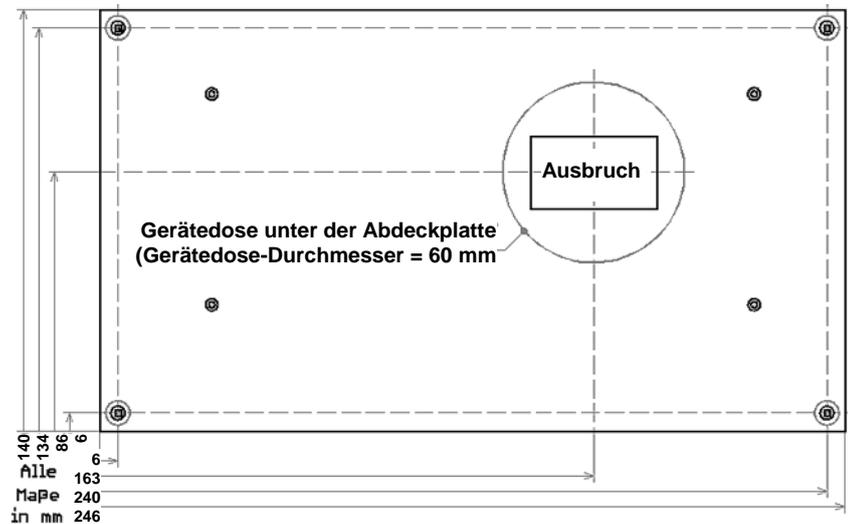

Bild 4: Maßbild für Anbringung der Abdeckplatte zum Aufstecken des Bedienteils an beliebiger Stelle (alle Maße in mm)
1. Stellen Sie entsprechend Bild 4 die 4 Wandbohrungen mit Dübeln für die Abdeckplatte her.